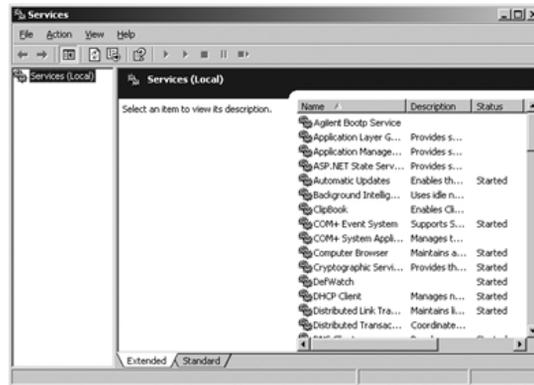

Abbildung 28 Windows Dienste-Dialogfeld
- 1 Gehen Sie in der Windows-Systemsteuerung auf **Verwaltung > Dienste**. Das Dialogfeld **Services** wird aufgerufen, siehe Abbildung 28 auf Seite 78.